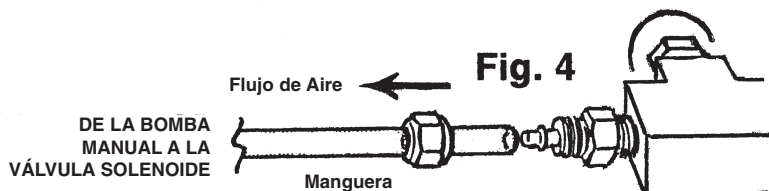

Fig. 4
6. Usando la manguera plástica proveída, corte al tamaño para conectar el tanque a la válvula de acción manual del solenoide. Coloque el conector de bronce tipo tuerca en la manguera plástica. Presione la manguera hacia la conexión macho del tanque. Apriete la tuerca de bronce hacia el conector. **PRECAUCIÓN:** No se exceda en apretar los conectores. (Fig 4.)